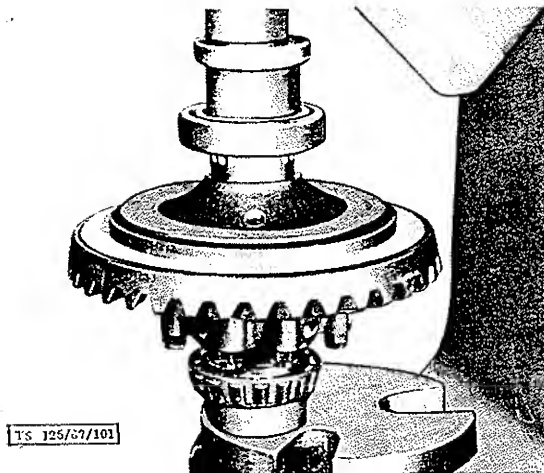

BILD 30: Kegelrollenlager auf ihren Sitz pressen
1. Innenringe der Kegelrollenlager mit Rollenlaufkranz auf ihren Sitz am Ausgleichsgehäuse pressen (Bild 30).